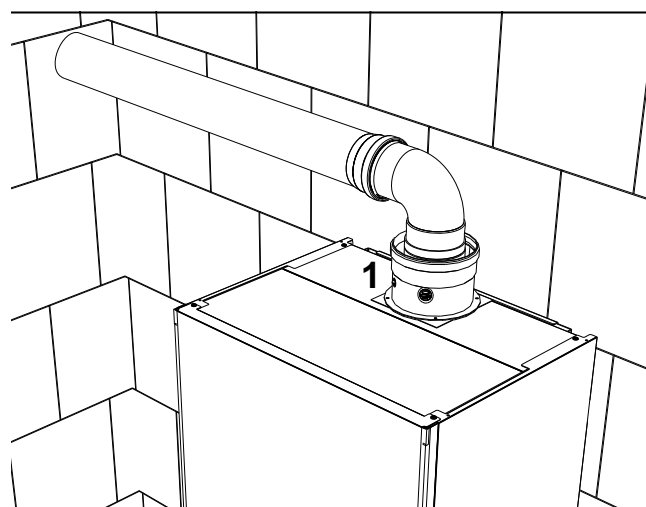

fig. 66
Instalar el accesorio inicial suministrado de serie (ref. 1 fig. 66).